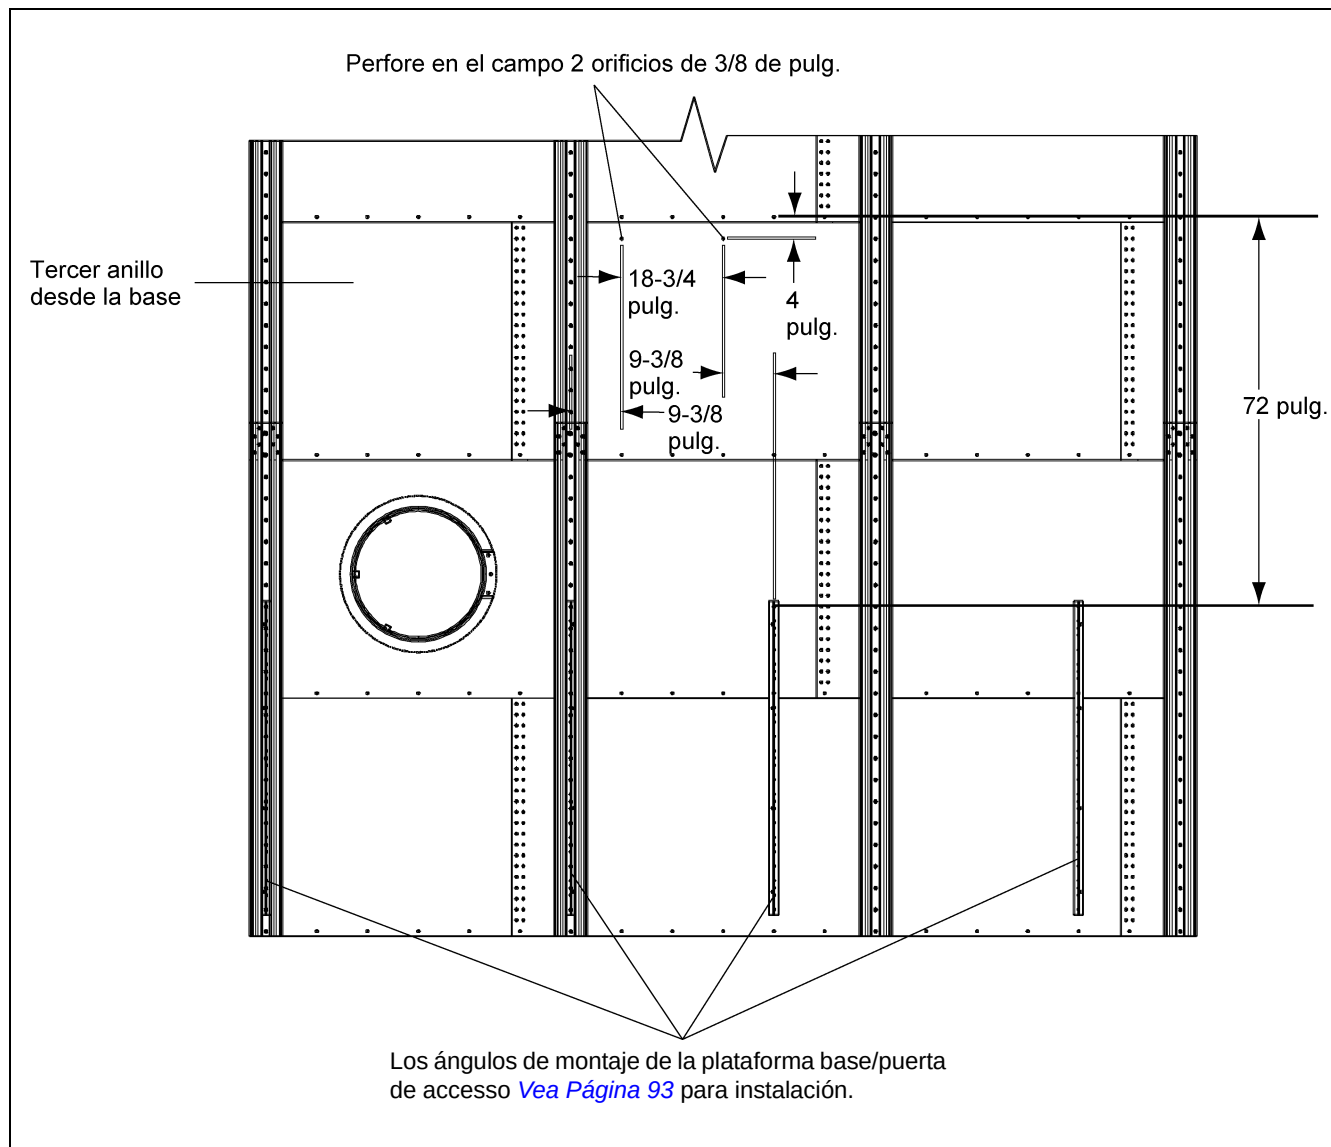

Figura 8S
Antes que se puedan instalar los soportes iniciales, se deben perforar dos (2) orificios de 3/8 pulg. Los orificios se deben ubicar a 4 pulg. debajo y directamente en línea con los orificios de la costura horizontal superior ubicados en el tercer anillo (contando desde la base del silo). El primer orificio, que se requiere, para el soporte inicial derecho, se debe ubicar a 9-3/8 pulg. del centro del ángulo izquierdo de montaje de la base de la plataforma hacia el centro del orificio. El segundo orificio, se requiere, para el soporte inicial izquierdo, se debe ubicar a 18-3/4 pulg. del centro del primer ángulo. Si se ubican correctamente, los orificios se centrarán entre los dos (2) sets de ángulos de montaje. *Refiérase a la Figura 8S* para la ubicación correcta de los 2 orificios de 3/8 pulg. que se necesitan para instalar los soportes iniciales.